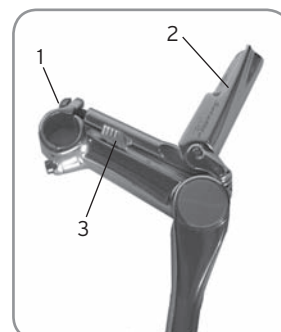

Figura 14. Avanço de ângulo ajustável da Bontrager
1. Deslize o botão de bloqueio (Figura 14) para a frente e levante a alavanca de aperto rápido.
2. Rode o parafuso de ajuste da tensão (Figura 14).